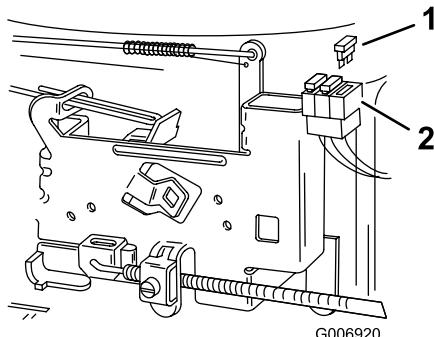

Figura 30
1. Tire hacia arriba del fusible (Figura 30) para sacarlo del zócalo.